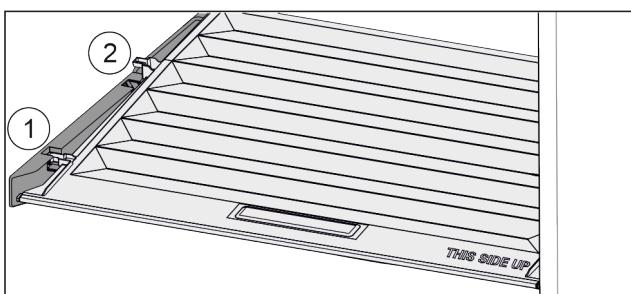

Fig. 131
- Trekk dekselet til åpningen i holdedelene fremover Fig. 131 (1).
- Løft ut nede bak og ta opp og ut Fig. 131 (2).